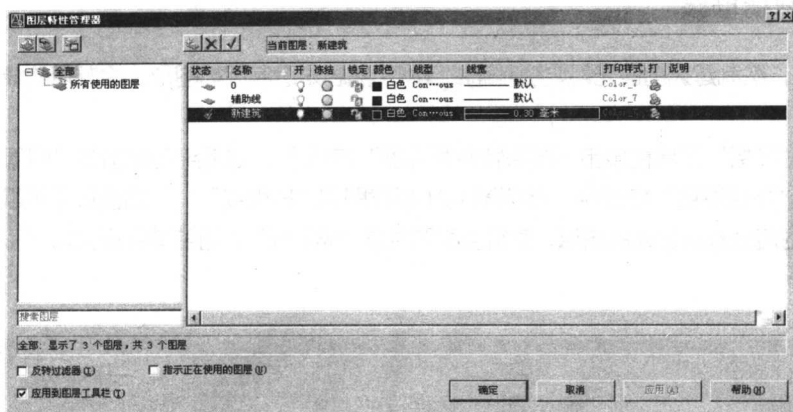

图 1-23 新建“新建层”图层
(1) 在“图层”工具栏单击“图层特性管理器”按钮,在弹出的“图层特性管理器”对话框单击“新建图层”按钮,参照图 1-23 新建图层“新建筑”,并设置线宽为 0.3,其他一切设置采用默认设置;设置新图层为当前图层,单击“确定”按钮。